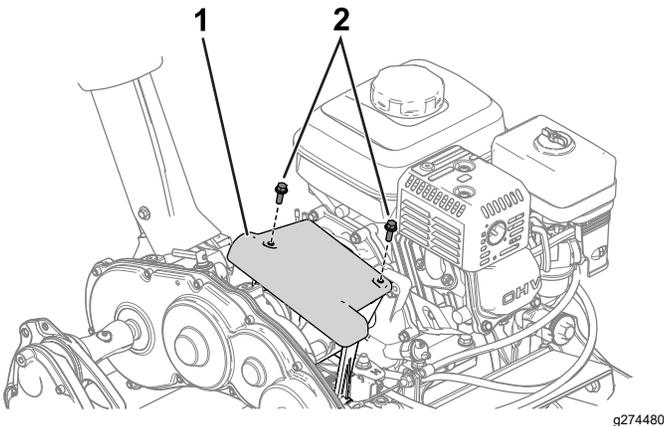

Figure 33
1. Accédez au disque de friction et au plateau de pression en retirant le couvercle de l'embrayage (Figure 33).